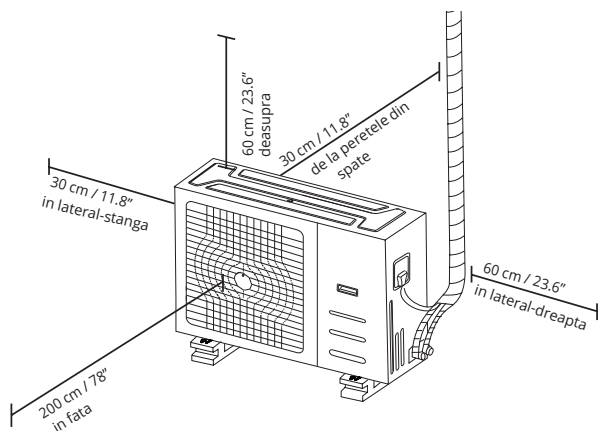

Fig. 5.10
**NOTA:** Distanța minimă între unitate și pereți, nu se va aplica în cazul camerelor etanșe. Asigurați-vă că unitatea va fi neobstrucționată pe cel puțin 2 dintre cele 3 laturi (M, N, P). (Fig. 5.10)